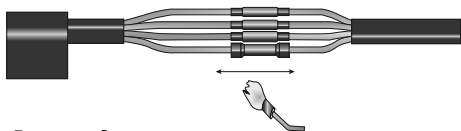

Рисунок 6
4.14 Усадить трубки, начиная от центра соединительных гильз (рисунок 6).